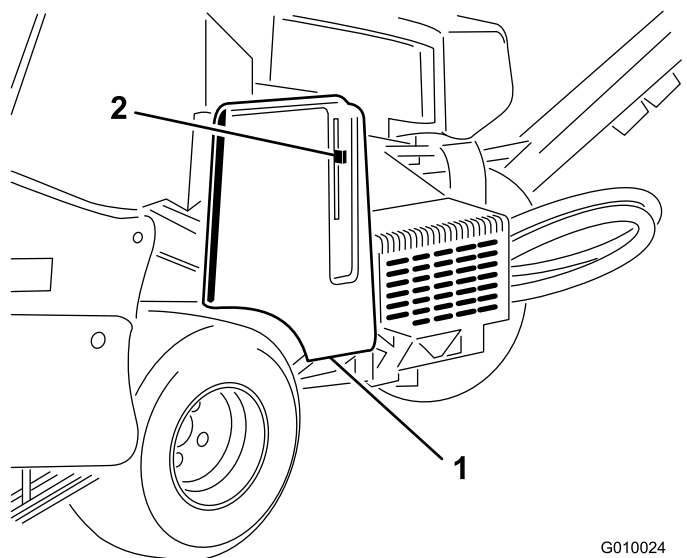
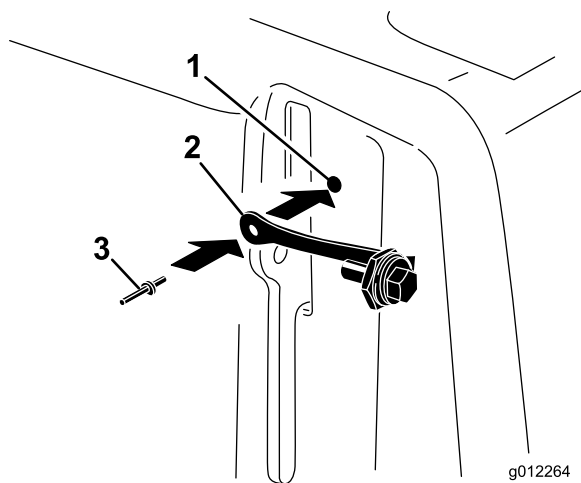

Figura 16
Figura 17
1. Localizezi orificiul din capacul curelei de lângă fanta pentru maneta de blocare (Figura 16 i Figura 17).
2. Fixezi ansamblul nurlui la orificiul din capacul curelei cu un nit pop (Figura 17).